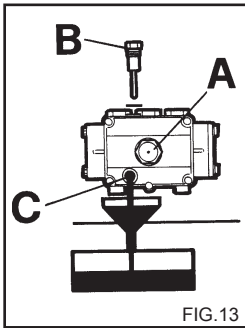

FIG.13
- 1) Skru aftapningsproppen, under pumpen, af (fig. 13 C).
- 2) Skru proppen af ved hjælp af oliepinden (fig. 13).